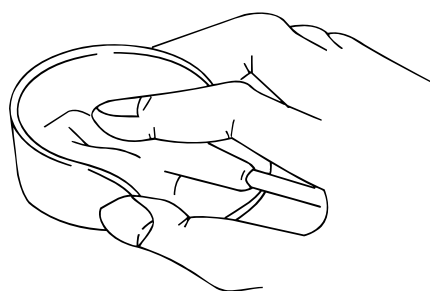

Fig. 3-5
(5) 図の様に人差し指を中央突起に添え親指と中指でアノードキャップを持つ。(Fig. 3-5参照)